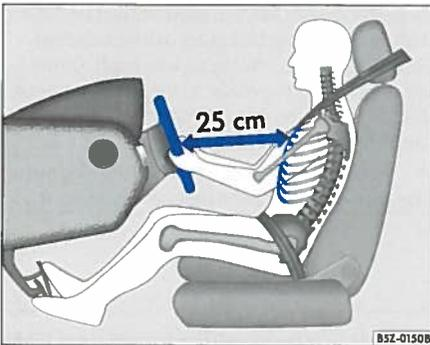

Abb. 1 Der richtige Abstand des Fahrers vom Lenkrad soll **MINDESTENS 25 cm** betragen
- Stellen Sie das Lenkrad so ein, dass der Abstand zwischen Lenkrad und Brustbein mindestens 25 cm beträgt ⇒ **Abb. 1**.
- Stellen Sie die Rückenlehne in eine aufrechte Position, so dass Ihr Rücken vollständig an der Rückenlehne anliegt, und der Mindestabstand wie in ⇒ **Abb. 1** eingehalten wird.
- Stellen Sie den Fahrersitz so ein, dass mindestens 25 cm Platz zwischen Ihrem Brustkorb und der Lenkradmitte ist ⇒ Seite 5, **Abb. 1**. Wenn dieser Abstand kleiner als 25 cm ist, kann Sie das Airbag System nicht richtig schützen.